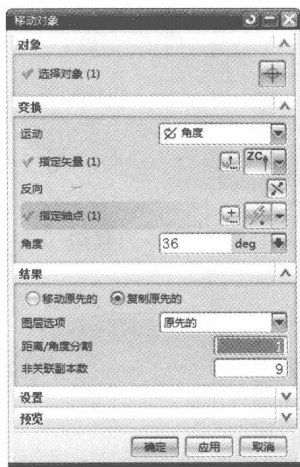
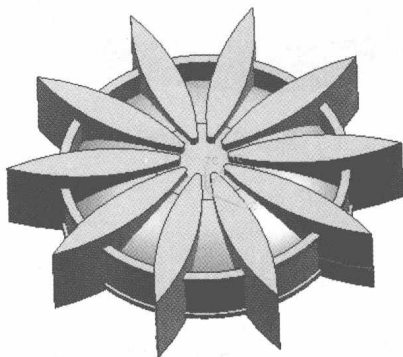

图 1-29 【移动对象】对话框参数设置
图 1-30 移动对象
(3) 选择【编辑】|【移动对象】命令,打开【移动对象】对话框。选择上一步创建的拉伸体,在【运动】下拉列表框中选择【角度】选项,设置【角度】为 36,在【指定矢量】下拉列表框中选择 ZC 轴,选择坐标原点作为指定轴点,在【结果】选项组中选中【复制原先的】单选按钮,在【非关联副本数】文本框中输入“9”,如图 1-29 所示。单击【确定】按钮,移动结果如图 1-30 所示。